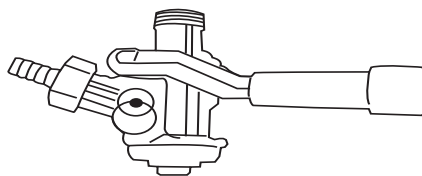

Figure 8
- Tirez sur la poignée de perçage vers l'extérieur et appuyez vers le bas jusqu'à ce qu'elle se verrouille en place. **(Se reporter à la figure 8)**. Le baril est maintenant percé.